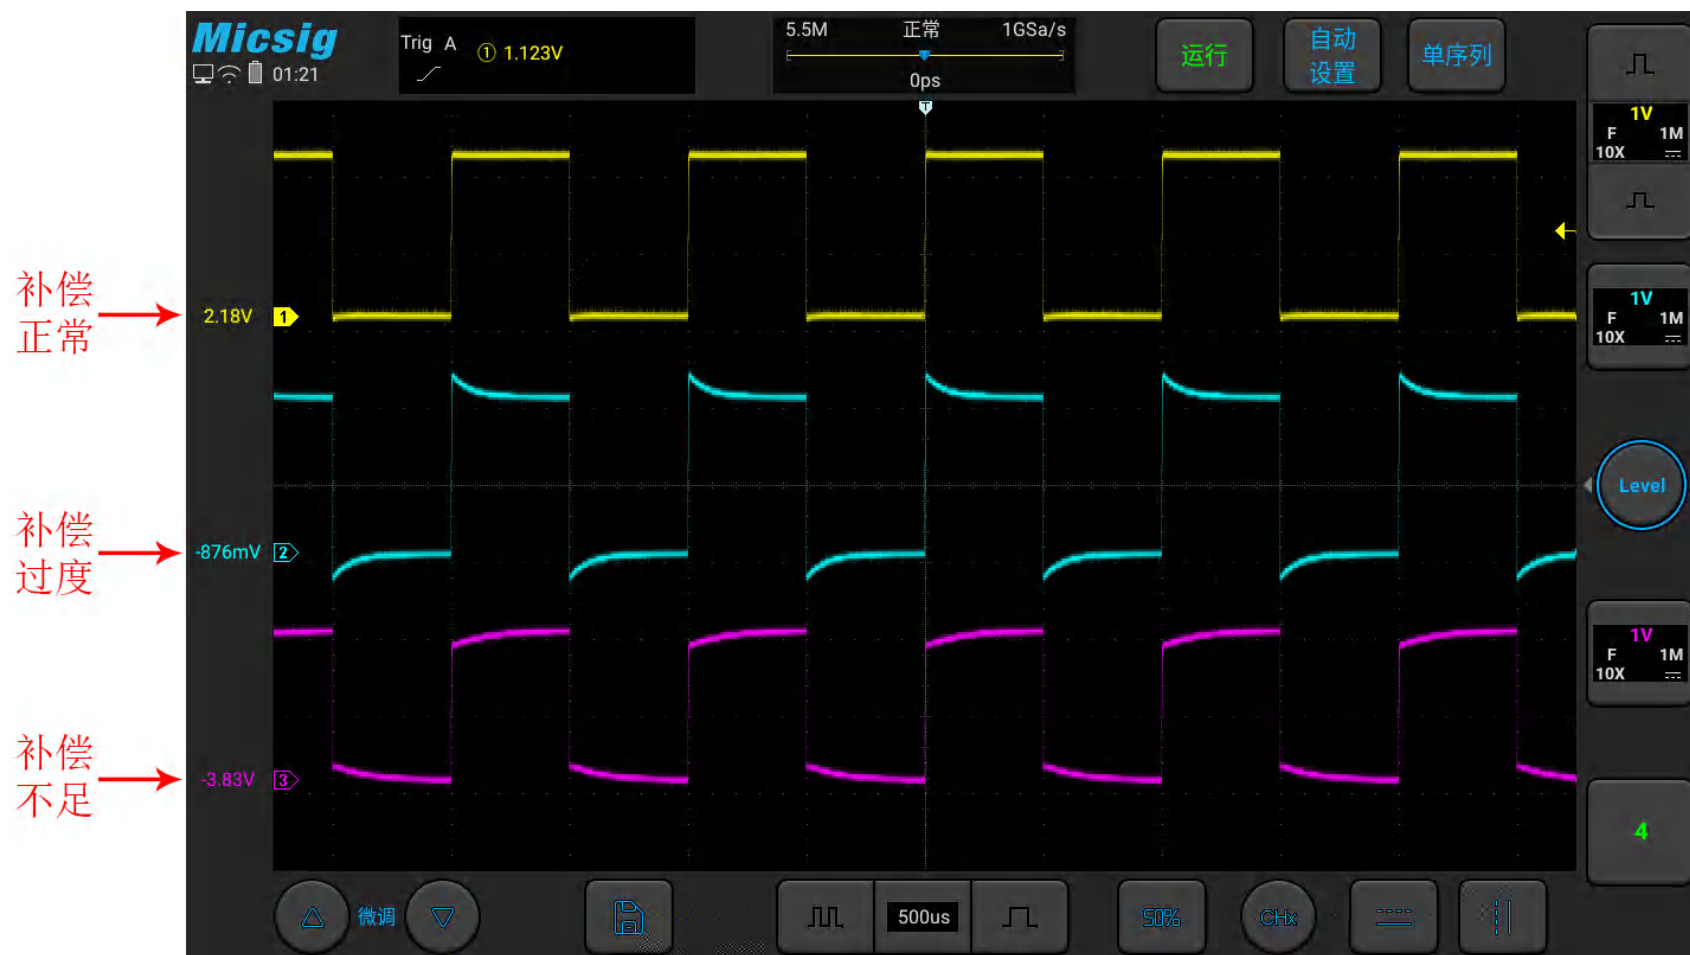

图2-14 探头补偿
- 5) 轻点 **自动设置** 键或者手动调节波形垂直灵敏度、水平时基。观察波形形状，见图 2-14。